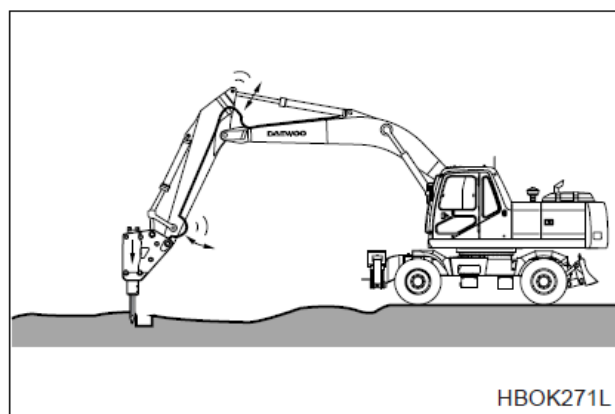

Рис. 76
5. НЕ использовать дробилку, если гидравлические шланги излишне вибрируют. (Рис. 76.) Убедиться, что аккумулятор дробилки не поврежден, и отремонтировать его при необходимости. Работа экскаватора в таких условиях может привести к повреждениям механических и гидравлических компонентов.